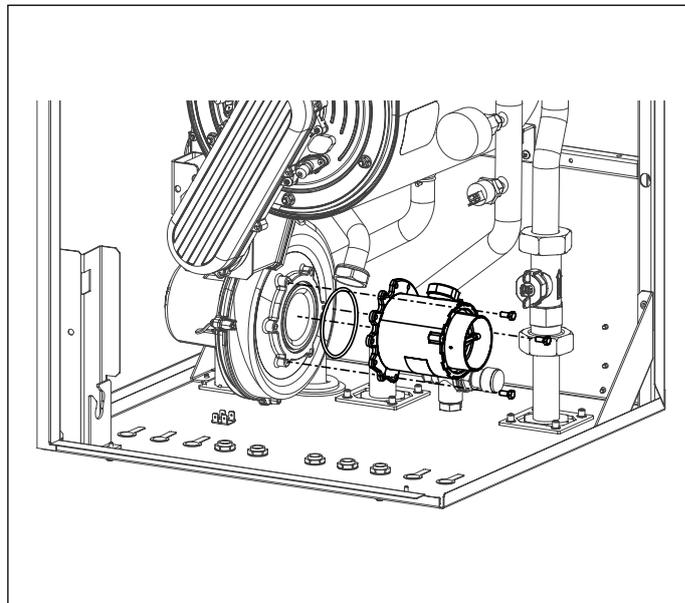

图 32 混合器
- 旋下3个六角螺丝，拆下混合器（参见图 32 混合器）。
- 将混合器重新装上风机，旋上固定螺丝，注意在混合器和风机之间有一个O型密封圈（参见图 32 混合器）。